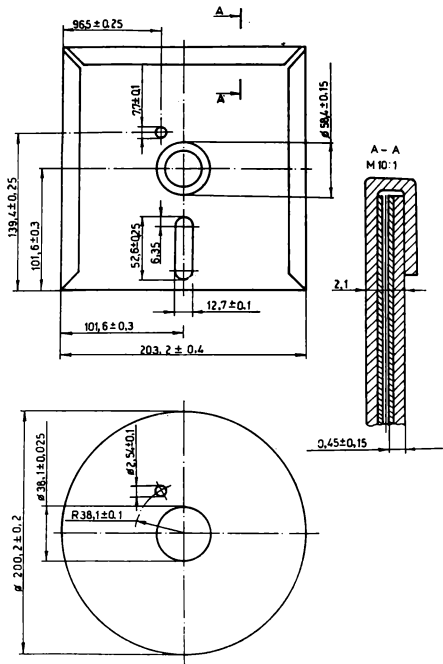

Рис. 1. Гибкий магнитный диск
3.4. Носитель информации: /рис. 1/